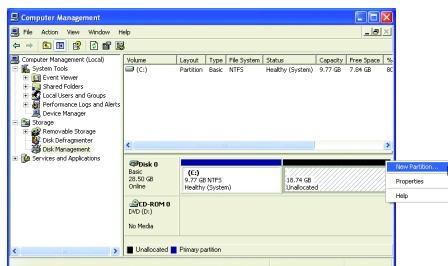

図 6
5. オペレーティングシステムをインストールする前にハードドライブを適切に分割していなかった場合、ハードドライブの空きスペースを使用して新しいパーティションを作成することができます(図 6、7)。ただし、**ディスク管理**に示されたハードドライブのシステムパーティションに未割り当てのスペースがない場合、新しいパーティションを作成したり Xpress Recovery2 を使用することはできません。この場合、オペレーティングシステムを再インストールし、ハードドライブを再分割してください。